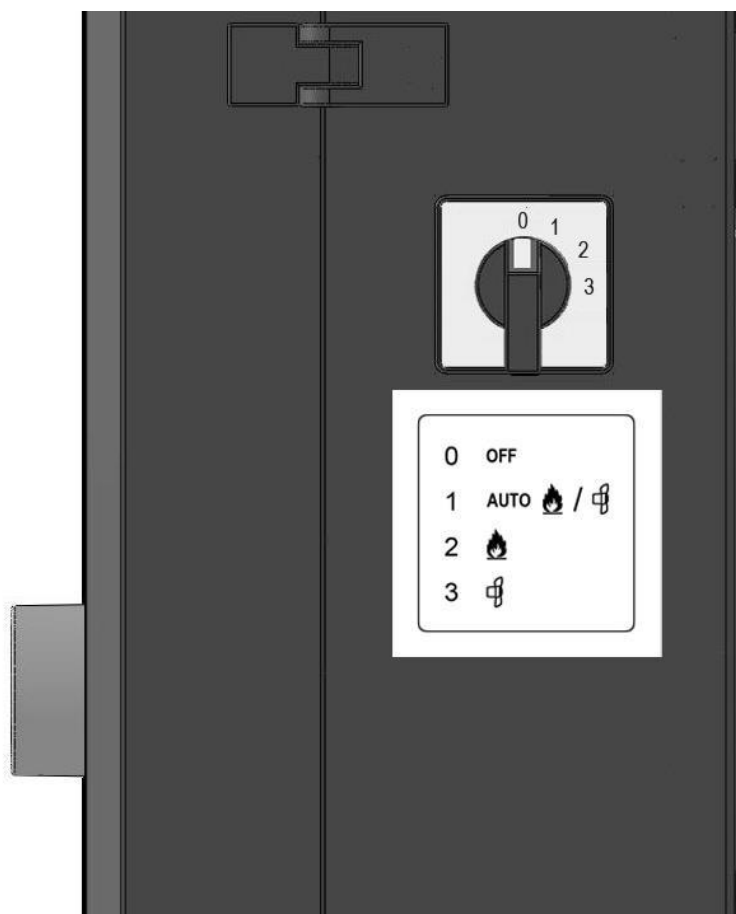

Рис. 6.2-3 Работа переключателя режима
После включения обогревателя воздуха (см.рис. 6.2-3) активируется программа автомата горения. Автомат горения (40) контролирует затем состояние покоя флюгера (5), а также проверяет наличие пламени (позиция наблюдения за пламенем), после чего включается вентилятор (3). После прохождения заранее запрограммированного времени очистки активируется зажигание, а затем газовые клапаны в газовом блоке (31) открываются.
После промывания струей воды обогреватель воздуха надо поставить как минимум на 15 минут в позицию «вентилировать» (см.рис. 6-2.3), чтобы выдуть из обогревателя влагу. Проверьте после нового подсоединения, чтобы из точек подключения газа не было утечек. Пусть это сделает квалифицированный специалист.